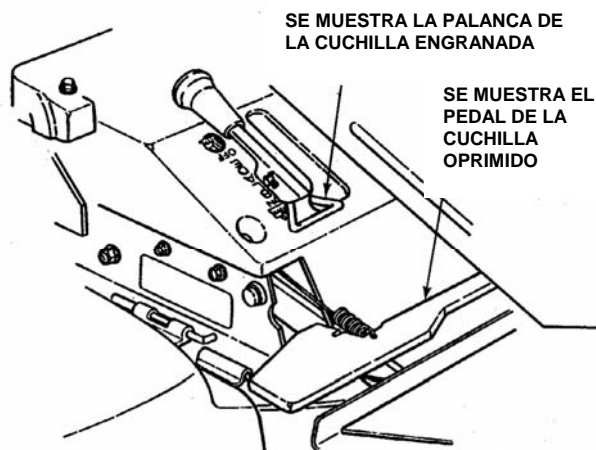

FIGURA 2.10
2. Mueva la palanca de la cuchilla hacia adelante para ENGRANARLA, y piso los pedales de la cuchilla para retener la palanca en la posición ENGRANADA. Vea la figura 2.10.